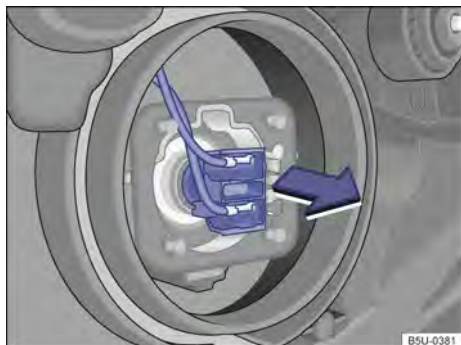

Fig. 181 Acesso à lâmpada incandescente do farol baixo.
- 5 **Farol baixo** **A**, puxar a lâmpada no sentido da seta → Fig. 181 para desencaixá-la do suporte.